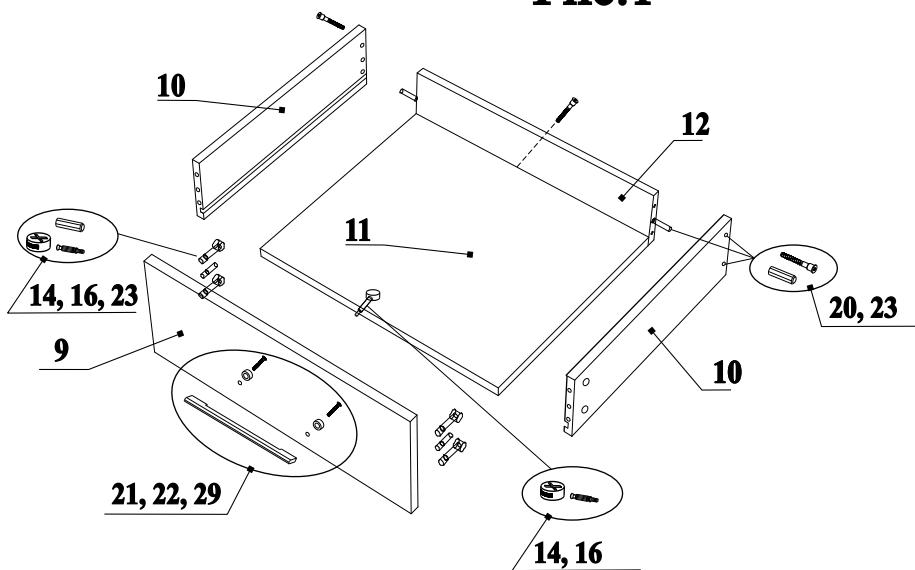

Рис.2
- В отверстия на деталях 10 и 11 вставить эксцентрики 16 стрелками к торцевым отверстиям (рис.2);
- В торцевые отверстия на деталях 10 и 12 вставить шканты 23 (рис.2);
- Соединить детали 10, 11 и 12 (деталь 11 вставляется в паз на деталях 10), закрутив конфирматы 20 (рис.2);
- Соединить детали 10 и 11 с деталями 9, затянуть эксцентрики 16 по часовой стрелке до упора (рис.2);
- Привернуть к деталям 9 и 13 ручку 21 винтами 22, подложив под шляпку винта насадное кольцо 29 (рис.2 и 5);